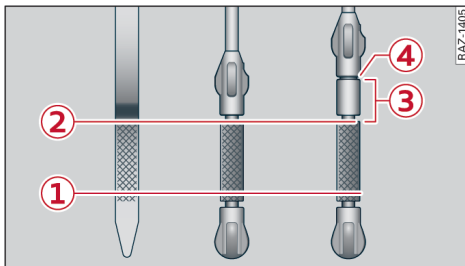

Fig. 176 Varilla de medición de aceite (ejemplos): Comprobar el nivel de aceite del motor
⇒ *fig. 176.*
- El nivel de aceite del motor no debe estar por debajo de la marca ① ¡Peligro de dañar el motor!
- Después de reponer aceite del motor el nivel de aceite no debe estar por encima de la marca ② ⇒ *fig. 176*. ¡Peligro de dañar el catalizador o el motor! Si el nivel de aceite está por encima de la marca ②, diríjase inmediatamente a un taller especializado para que aspiren aceite del motor en caso necesario. Evite altas revoluciones del motor, pisar el acelerador a fondo y esfuerzos considerables del motor.
- Valido para varilla de medición con zona ③ ⇒ *fig. 176*: si hace funcionar su vehículo con gasóleo de una calidad inferior a la que prescribe la norma EN 590, es posible que llegue combustible al aceite del motor. Debido a ello, el nivel de aceite del motor va subiendo poco a poco y se va reduciendo su calidad. Si el nivel de aceite ha alcanzado la marca ④ o luce el testigo de control , el nivel de aceite del motor no se debe corregir aspirándolo. ¡Peligro de dañar el motor! El aceite del motor se debe cambiar ⇒ *pág. 317, Indicaciones para el conductor*.